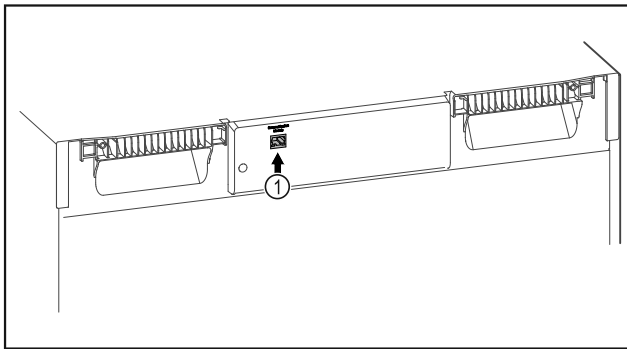

Fig. 71
- A SmartModule Fig. 71 (1) be van helyezve.